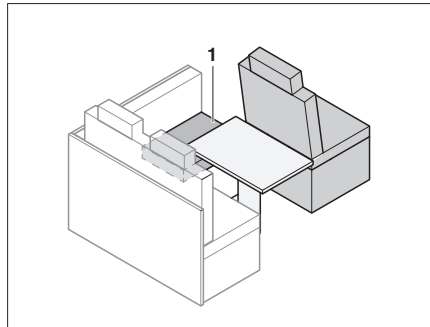

Fig. 187 Antes de la transformación
- Poner el cojín del asiento (Fig. 187,1) al lado.